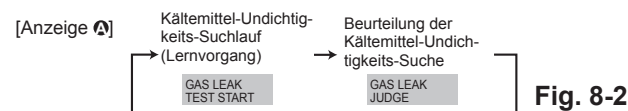

Fig. 8-2
- ② Drücken Sie die **CLOCK** -Taste und wählen Sie [GAS LEAK TEST START] (START DES GASUNDICHTIGKEITS-TESTS) (Fig. 8-2)